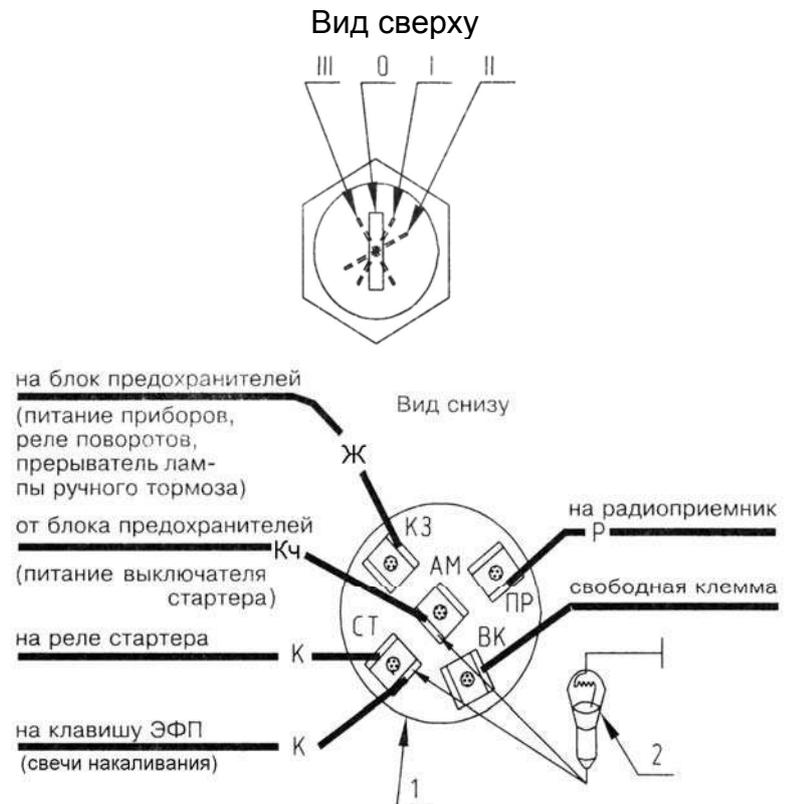

Рис.8 Проверка исправности выключателя стартера (SA6). Для щитка 80-3805010-Д1. 1- Выключатель стартера; 2- Контрольная лампа.
- б) проверьте исправность выключателя стартера (SA6), подключив контрольную лампу одним проводом к "массе", а другим поочередно к клеммам выключателя (рис.8 и 9):